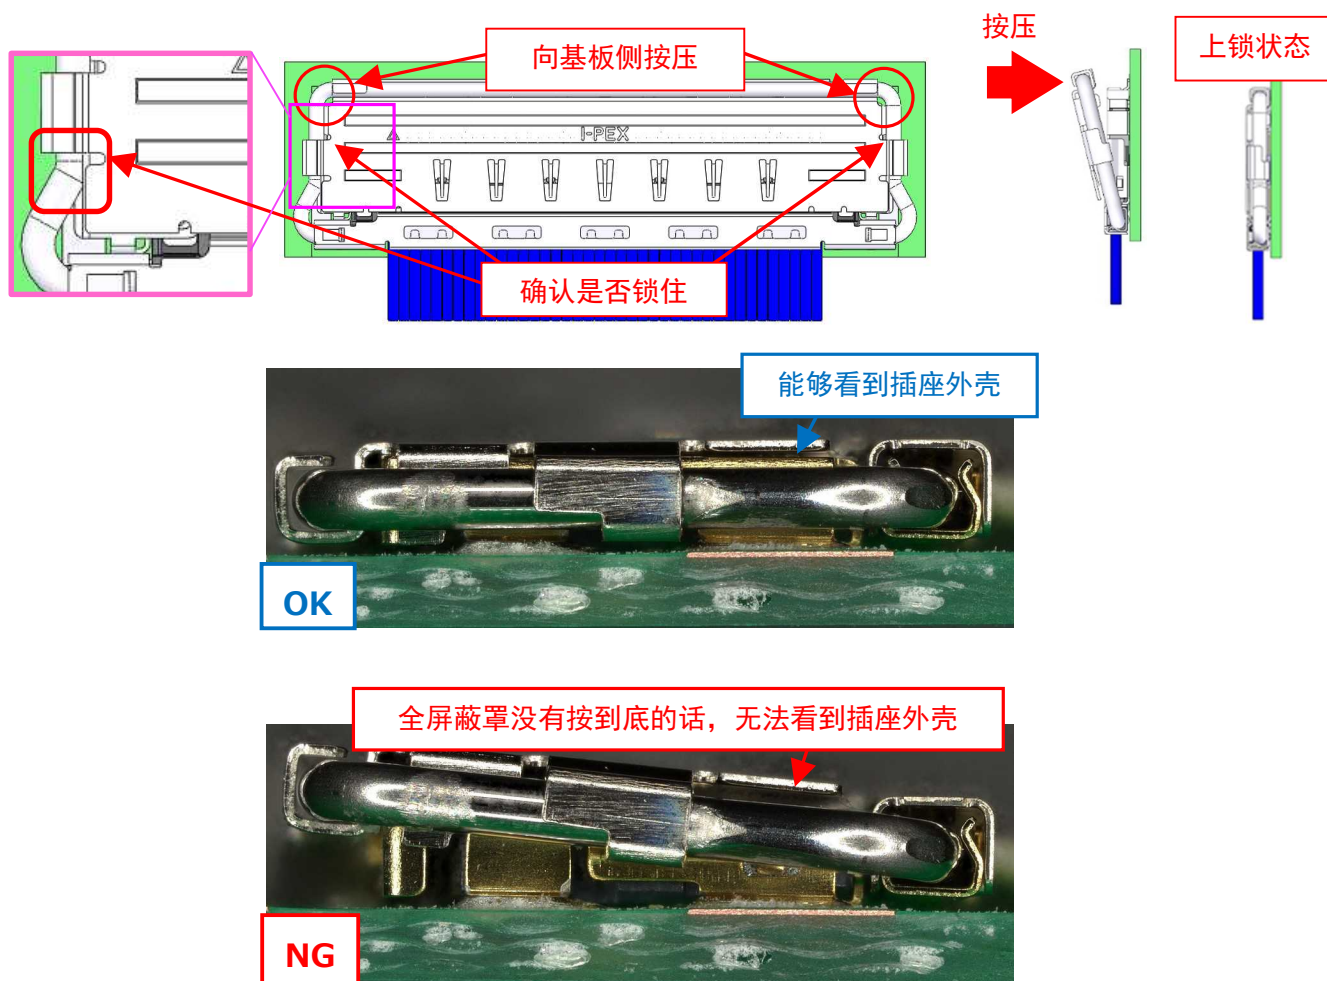

图 12
- ⑤ 如图 12，同时按压全屏蔽罩的 2 个○部，使全屏蔽罩外壳完全锁住插座外壳。